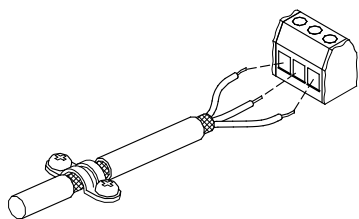

Fig. 38 Ejemplo de cable pelado con pantalla
- Deje la pantalla lo más cerca posible de los terminales de conexión. Véase la fig. 38.